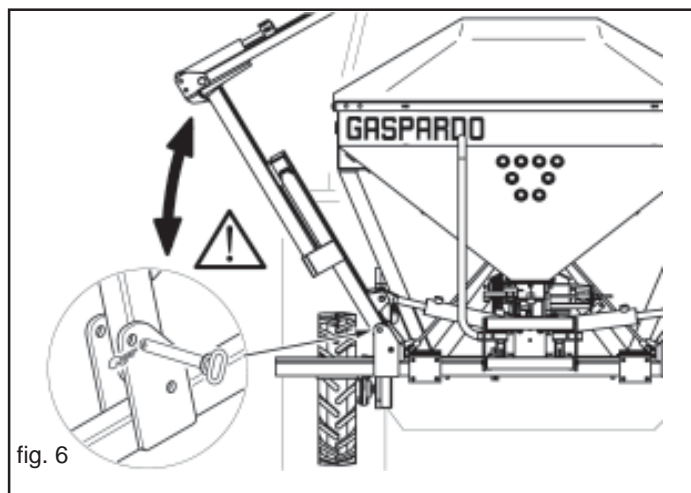

fig. 6
- 7) Los desplazamientos fuera de la zona de trabajo se deben hacer con el equipo en posición de trabajo y con los dispositivos de seguridad correspondientes activos (Fig. 6).